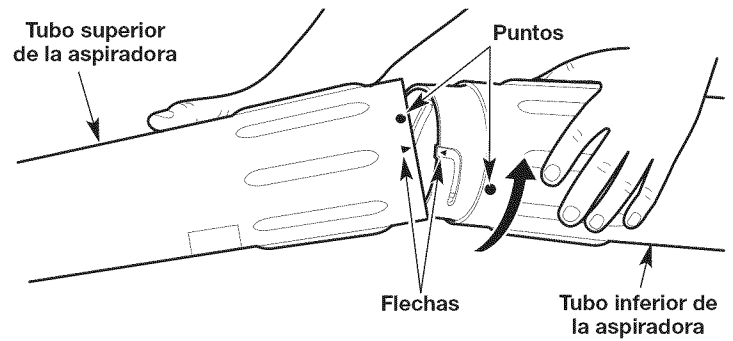

Fig. 8
1. Debe alinear la flecha del tubo inferior con la flecha del tubo superior de la aspiradora (Fig. 8).
2. Inserte el tubo inferior en el tubo superior de la aspiradora (Fig. 8).
3. Con ambas manos, gire el tubo inferior de la aspiradora hacia la derecha hasta que calce en su lugar (Fig. 8).
**NOTA:** Cuando está bien armado, el punto del tubo inferior queda alineado con el punto del tubo superior de la aspiradora (Fig. 8).